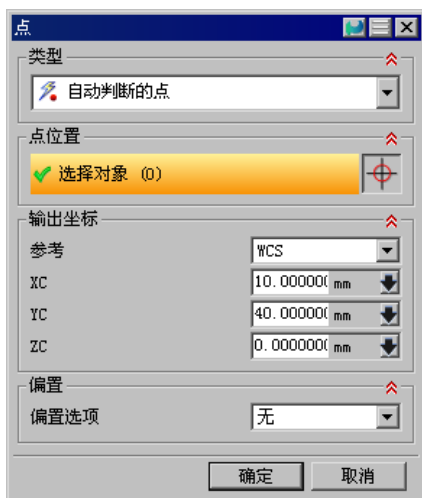

图 9.20 “点”对话框
Step3. 在“非切削移动”对话框中选择 **离开** 选项卡, 在 **运动到返回点/安全平面** 区域 **运动类型** 下拉列表中选择 **径向 -> 轴向** 选项, 然后单击“点对话框” 按钮, 系统弹出“点”对话框, 在该对话框设置图 9.20 所示的参数, 单击 **确定** 按钮。